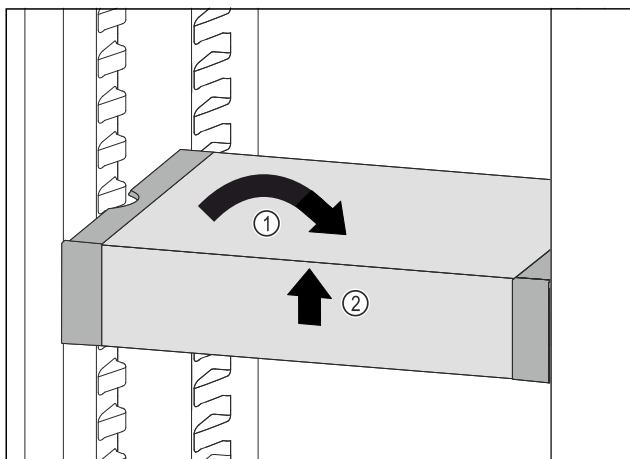

Fig. 103
- Állítsa egyenesbe a VarioSafe fiókot. Fig. 103 (1)
► Elöl emelje meg a VarioSafe fiókot. Fig. 103 (2)